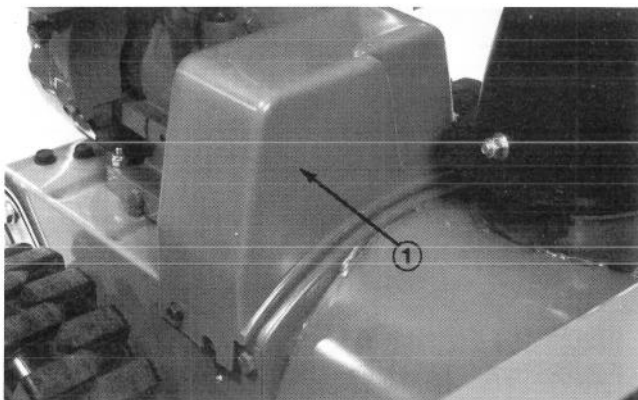

Abb. 30
2. Die beiden Blebschrauben des Riemen-schutzes entfernen und den Riemen-schutz abnehmen (Abb. 30).